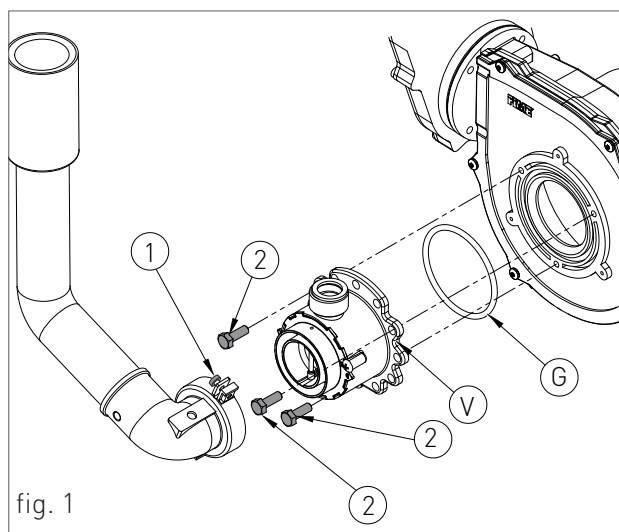

fig. 1
- > collegare un tubo flessibile al rubinetto di scarico dell'impianto 'RS' (fig. 1) e collocare l'altra estremità del tubo flessibile ad un adeguato scarico;
- > ruotare il rubinetto di scarico dell'impianto 'RS' (fig. 1);
- > quando tutta l'acqua è defluita, chiudere le valvole di sfiato dei radiatori ed il rubinetto di scarico dell'impianto 'RS' (fig. 1).
- > ruotare il rubinetto di scarico del boiler 'RB' (fig.1);
- > ad operazione terminata, chiudere il rubinetto di scarico del boiler 'RB' (fig.1) e tutti i rubinetti di erogazione precedentemente aperti.
- > collegare un tubo flessibile al rubinetto di scarico del boiler 'RB' (fig.1) e collocare l'altra estremità del tubo flessibile ad un adeguato scarico;
Per verificare lo stato dell'anodo allentare la valvola 'V' (fig.1) situata nella parte superiore del boiler.
Se c'è fuoriuscita di acqua dalla valvola 'V' (fig.1) si deve provvedere alla sostituzione dell'anodo, perchè risulta essere usurato. Alla fine dell'operazione di verifica richiudere la valvola.
- › allentare le due viti '1' (fig.1) dalla boccola di fissaggio, e rimuovere il tubo di aspirazione aria;
- › svitare le tre viti di fissaggio '2' (fig.1) del venturi 'V' (fig.1) con una chiave da 10, tipo come in figura 2;
- › rimontare i componenti procedendo in senso inverso rispetto alle operazioni di smontaggio assicurandosi che venga rimontata la guarnizione 'G' come in fig.1;